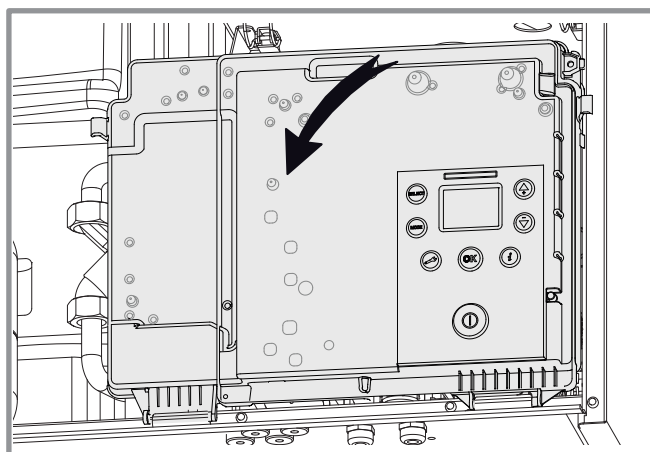

figura 31 - Acceso al cuadro eléctrico
- Gire el cuadro eléctrico (figura 31).
- Desconecte el tubo de evacuación de los condensados (1).